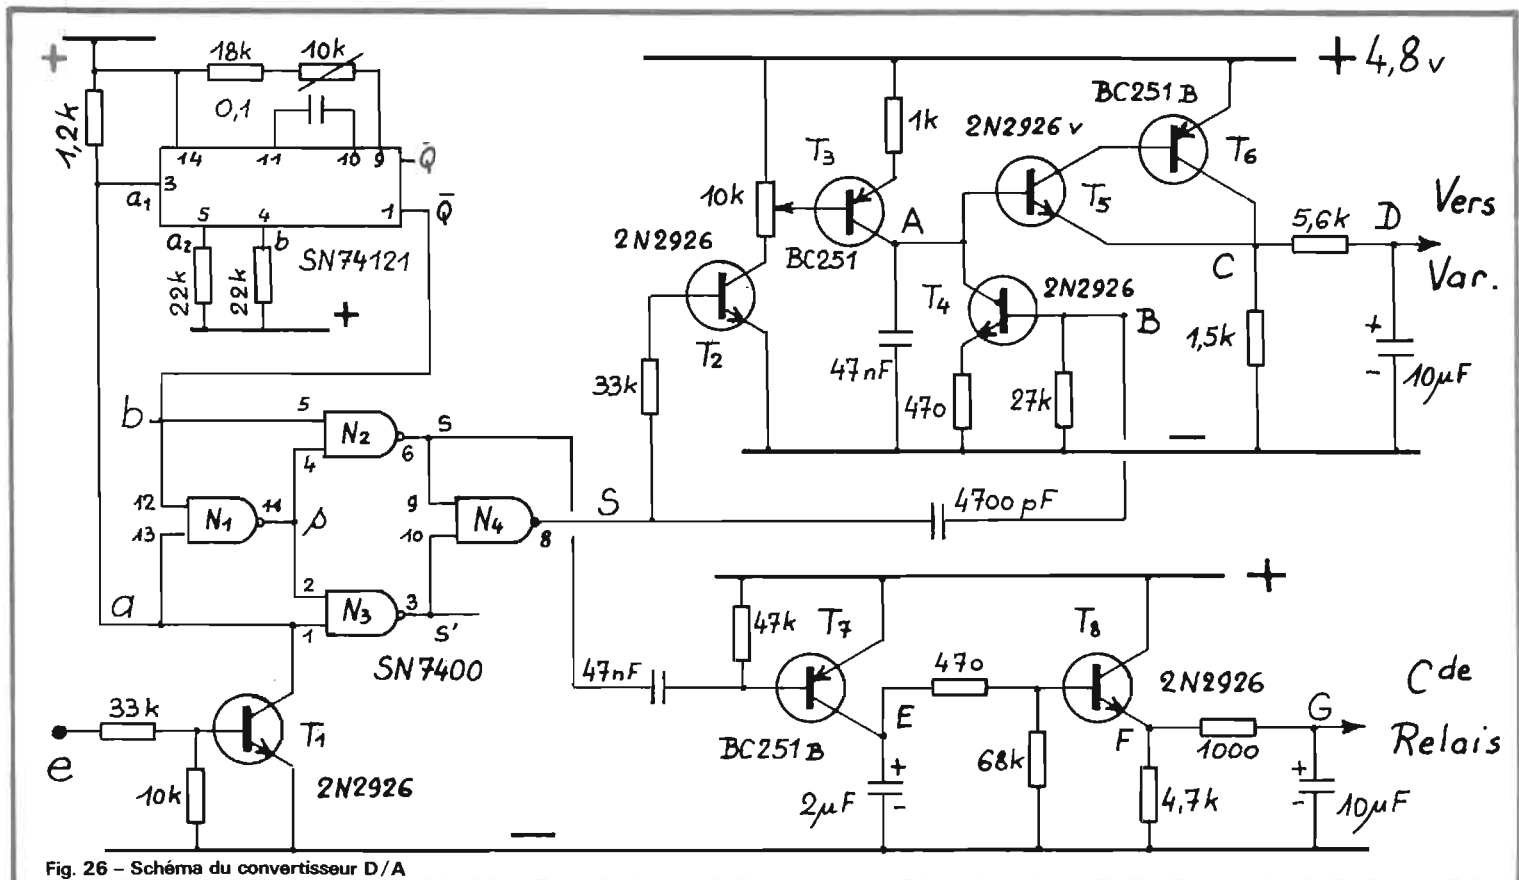
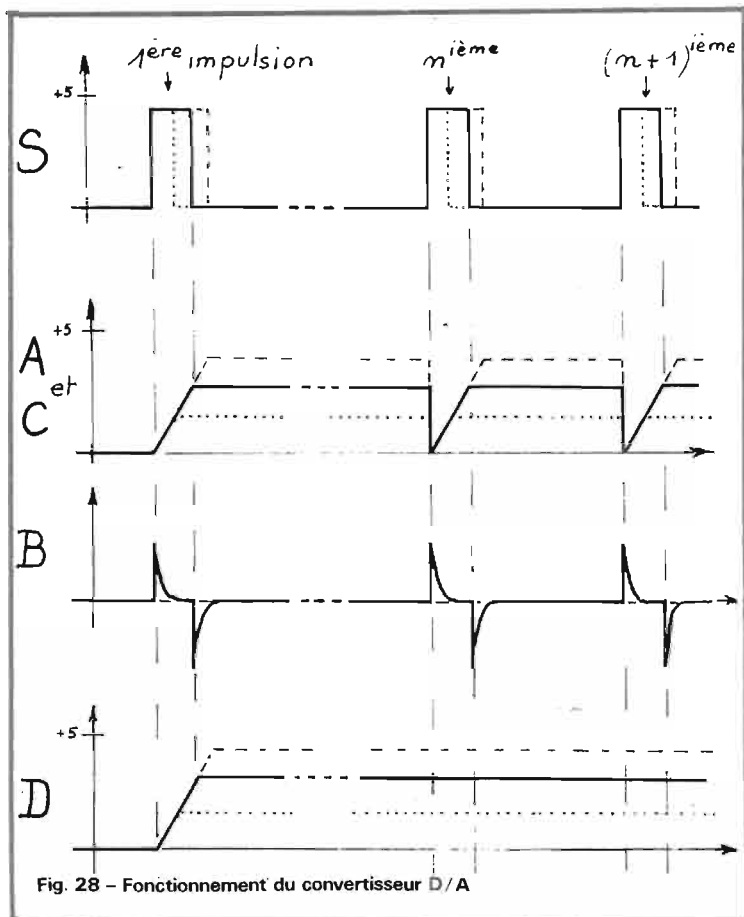

Fig. 26 - Schéma du convertisseur D/A
Fig. 28 - Fonctionnement du convertisseur D/A
a) Schéma (fig. 26). L'impulsion positive d'entrée est amplifiée par T_1 qui la restitue négative. Cette impulsion est alors appliquée :
Etudions alors le fonctionnement des quatre portes NAND, telles qu'elles sont câblées en figure 26 :
Étudions maintenant la transformation de l'impulsion S . Voir figure 28 et figure 26.
Brancher maintenant l'oscillo en C et régler le servo-test en fin de course utile, soit sur 1,2 ms ou 2,2 ms. Tourner le 10 kΩAj de T₃ : on verra apparaître le signal de la figure 28. Régler pour obtenir le maximum d'amplitude. Ne pas dépasser ce point. Dans ces conditions le voltmètre en D mesure presque +4 V. Ramener le servo-test vers le neutre et constater la variation corrélative de V_D.